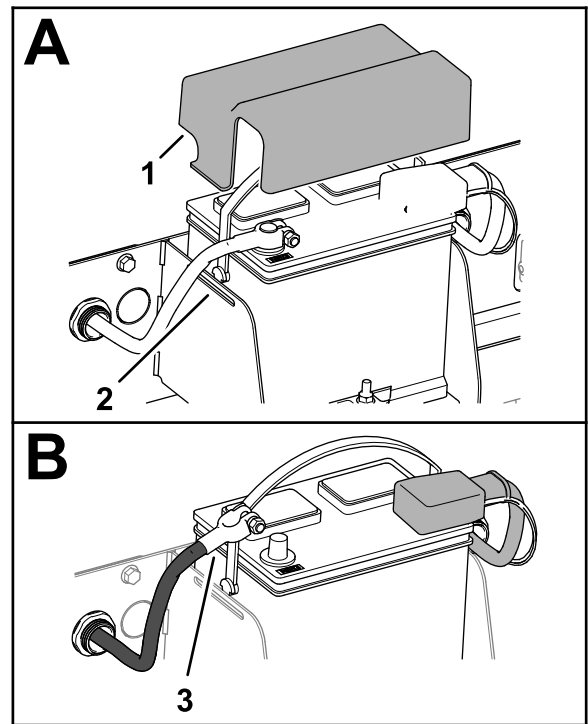

Bild 3
1. Drücken Sie die Laschen der Batterieabdeckung ein, um die Batterieabdeckung von den Schlitten im Batteriefach zu lösen, und nehmen Sie die Batterieabdeckung ab (Bild 3).
2. Ziehen Sie die Klemme des Minuskabels der Batterie vom Batteriepol ab (Bild 3).